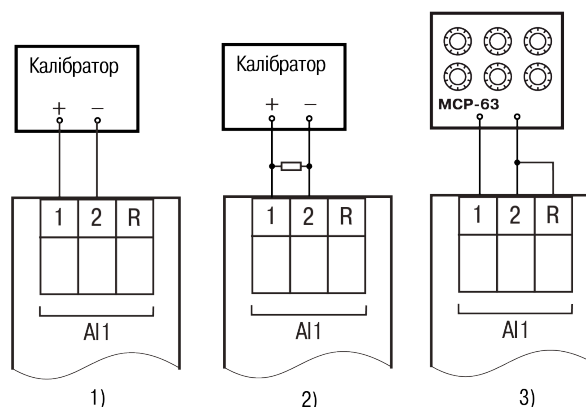

Рисунок 8.1 – Підключення джерела еталонного сигналу
1. Підключити до контактів входу пристрою диференціальний вольтметр В1-12 у режимі калібрування напруг або аналогічне йому джерело зразкової напруги з класом точності не нижче 0,05. З'єднання пристрою з калібратором слід виконувати за схемою, наведеною на рисунок 8.1, 1 з дотриманням полярності підключення.
У разі використання входу для вимірювання сигналів «струм» рекомендується провести юстування входу, попередньо вибравши параметр «Тип датчика» рівним «4...20 мА». Схему підключення зображено на рисунок 8.1, 2. Дії аналогічні пп. 1–4.
У разі використання входу для вимірювання сигналів «опір» (наприклад, для ТО) рекомендується провести юстування входу, попередньо вибравши параметр «Тип датчика» рівним «0...3950 Ом». Схему підключення зображено на рисунок 8.1, 3. Дії аналогічні пп. 1–4.